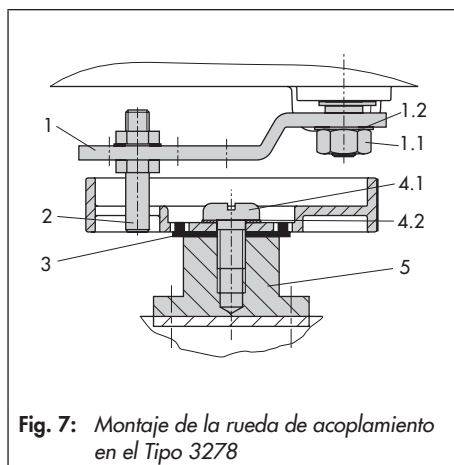

Fig. 7: Montaje de la rueda de acoplamiento en el Tipo 3278
Leyenda para fig. 7 y fig. 8
- 3 Dispositivo de arrastre (fig. 7)